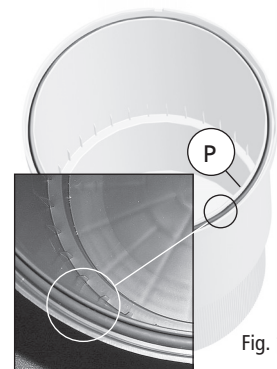

Fig. 1
- Antes de la primera puesta en marcha, es necesario instalar la junta tórica de la tapa (P), suministrada en una bolsa de polietileno aparte. La junta tórica debe introducirse correctamente en su base en la parte superior del cartucho filtrante (fig. 1).